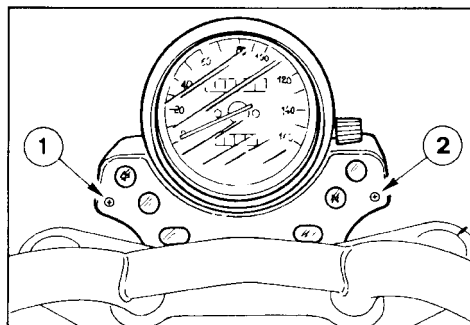

Fig. 41
- Per accedere alle lampade spia, smontare la parte superiore blocco spie, svitando le 2 viti di fissaggio (1-2 - fig. 41). Sostituire la lampada con l'ausilio di una pinza.